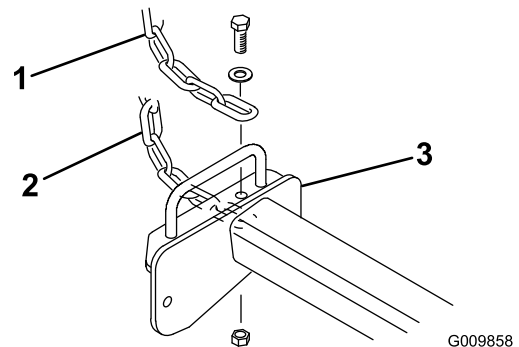

Bild 10
3. Befestigen Sie eine Kippkette mit einer Schraube, einer Scheibe und einer Sicherungsmutter oben am Trägersrahmen jedes 27-Zoll-Mähwerks und unten am Trägersrahmen jedes 32-Zoll-Mähwerks (Bild 10).